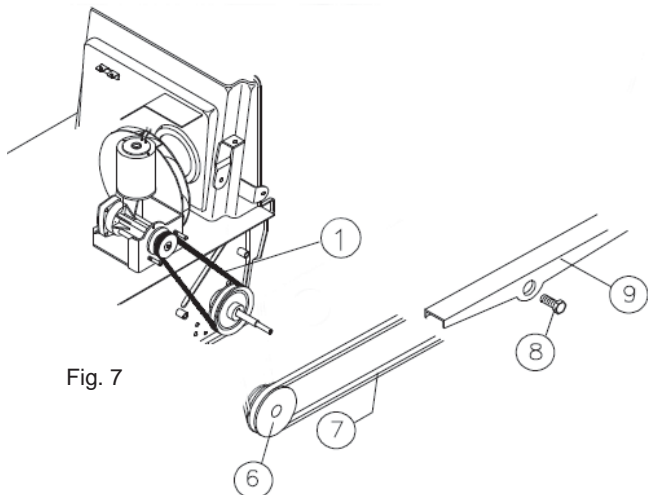

Fig. 7
- Fjern reimen pos. 7 Fig. 7 fra taljen pos. 6 Fig. 7.
- Løsne festetappen pos. 8 Fig. 7 og før krokene ut fra sidearmen pos. 9 Fig. 7 fra den tannede ringen.
- Fjern reimen pos. 7 fra sidearmen pos. 9 Fig. 7.
- Fest sidearmen igjen pos. 9 Fig. 7 til den tannede ringen.
- Skru fast tappen igjen pos. 8 Fig. 7.
- Putt inn reimen pos. 7 Fig. 7 i taljen pos. 6 Fig. 7.
- Fjern reimen pos. 1 Fig. 7.